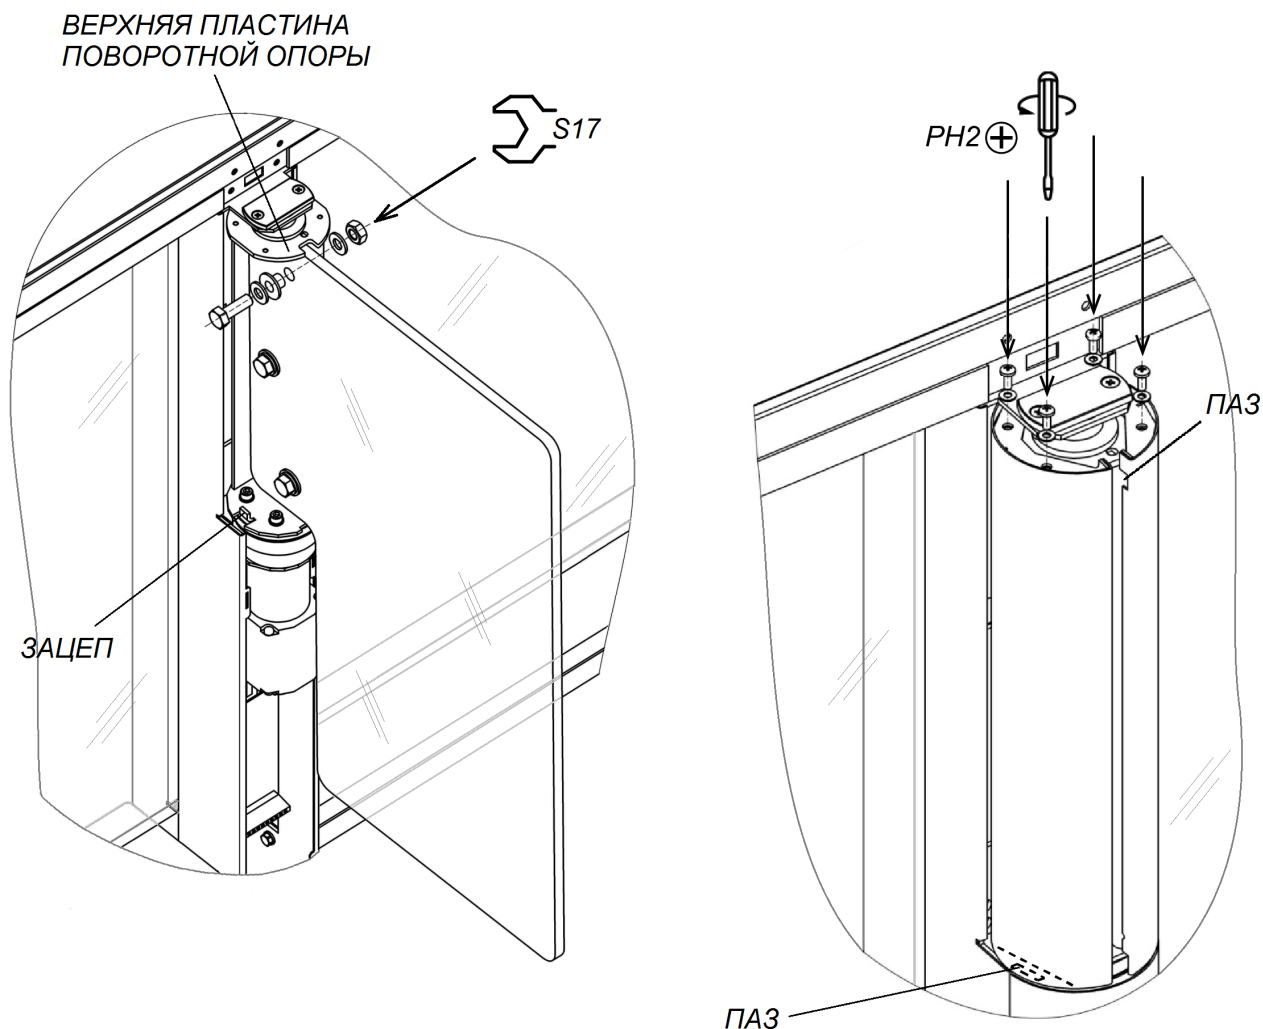

Рисунок 23. Створка и кожух створки
22. Распакуйте стеклянные створки (4) и произведите их монтаж (рис. 23, разд. 8.8.3).
23. Установите кожухи створок (3) из комплекта принадлежностей (рис. 23, разд. 8.8.4).
Снятие или установку створки (4) производите вдвоем. Створка к поворотной опоре крепится в трех местах при помощи болтов M10×30, шайб 10, втулок пластиковых и гаек M10 (см. рис. 23). Используйте рожковые ключи S17.
2. Смонтируйте одну из частей кожуха на поворотную опору створки. Для этого оденьте кожух на верхнюю пластину поворотной опоры через пазы в верхней части кожуха, после чего сдвиньте кожух вниз до конца, введя нижний паз кожуха в зацеп, расположенный в нижней части поворотной опоры (см. рис. 23).